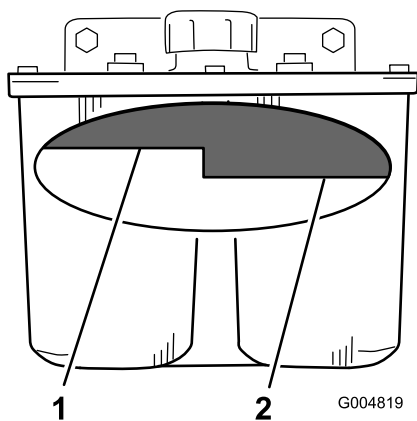

Figura 69
2. Pulite intorno al collo del bocchettone del serbatoio idraulico (Figura 69).
3. Togliete il tappo dal collo del bocchettone. Guardate all'interno per verificare se il serbatoio contiene del fluido (Figura 69).
Nota: Quando è caldo, il fluido deve raggiungere la parte superiore del livello a caldo sul diaframma (Figura 69).